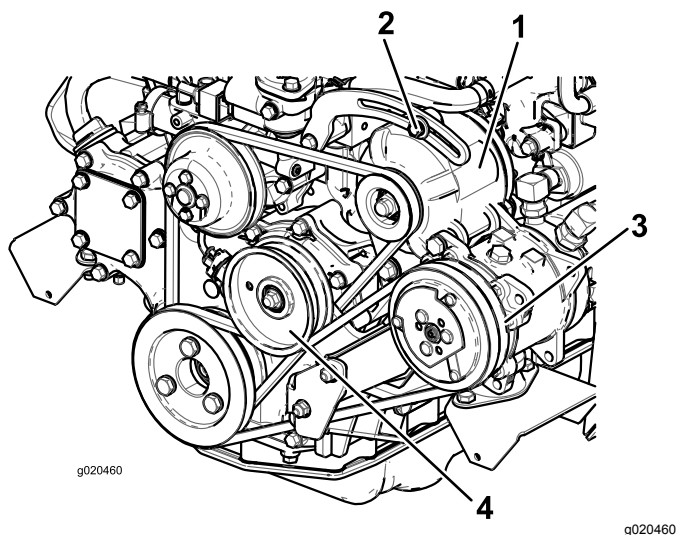

Figura 100
Se a deslocação obtida não for igual a 10 mm, deve desapertar os parafusos de montagem do alternador (Figura 100).
Verifique o estado e a tensão da correia (Figura 100) após cada 100 horas de funcionamento.
2. Se o desvio obtido não for igual 10 mm, deverá libertar o parafuso de montagem da polia intermédia (Figura 100). Aumente ou diminua a tensão da correia do compressor e aperte o parafuso. Verifique uma vez mais a deslocação da correia para se certificar de que a tensão está correta.